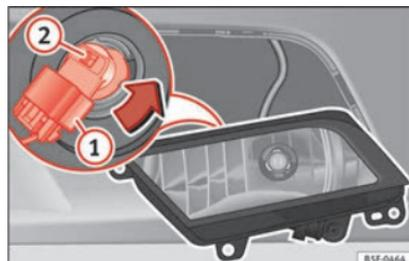

Fig. 104 Phare antibrouillard.
- Retirez le connecteur » fig. 104 ① de l'ampoule.
- Tournez le porte-ampoule » fig. 104 ② vers la gauche puis tirez.